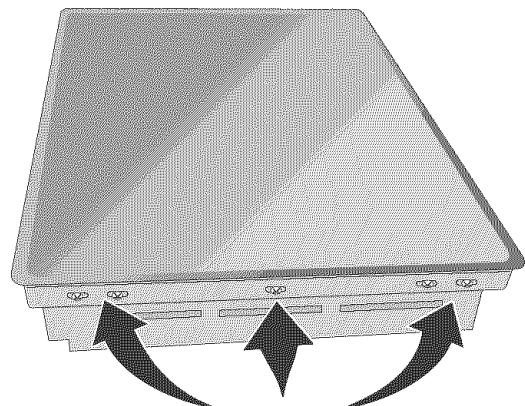

Figura 5
1. Visualmente inspeccione la estufa para daños. Verifique además que todos los tornillos de la estufa estén bien ajustados (Figura 5).